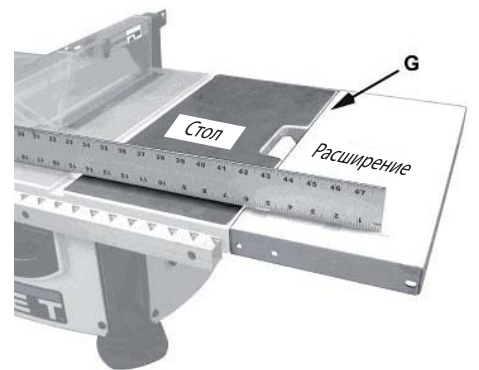

Рис. 11
- Регулювання положення. Розташуйте лінійку вздовж столу та додаткового столу з переднього краю, як зазначено на рис. 11.